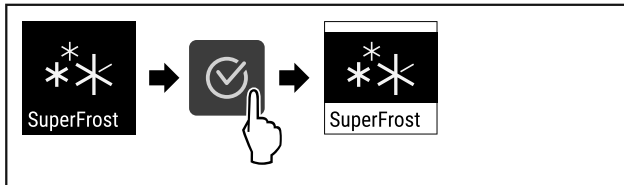

Fig. 92
- Vykonajte kroky akcie (pozri Fig. 92).